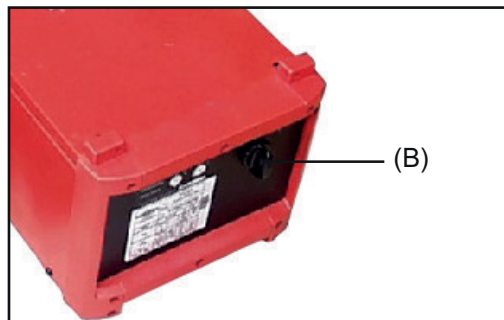

Abb.4 Geräte-Hauptschalter
- 1 Gerätehauptschalter (B) (Abb.4) am Autotrafo in Stellung - O - schalten